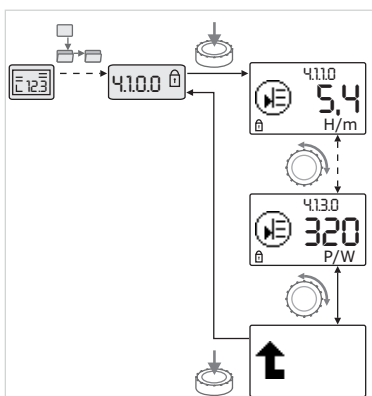

Fig. 37: Hentning af informationer
- Gå til menuelementer af typen "information" i den aktuelle undermenu ved at dreje på den røde knap (se fig. 37). Forklaringer til de indstillinger, der repræsenteres af symboler, se tabellen i kapitel 8.7 "Reference menuelementer" på side 200.